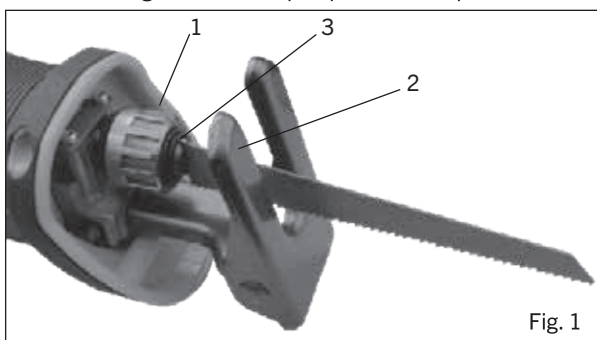

Fig. 1
1. Pour installer une lame dans la scie, faites tourner le manchon de verrouillage de la lame (1) dans le sens contraire des aiguilles d'une montre (Fig. 1).
2. Insérez la lame appropriée (2) le plus loin possible dans la fente de la lame (3).